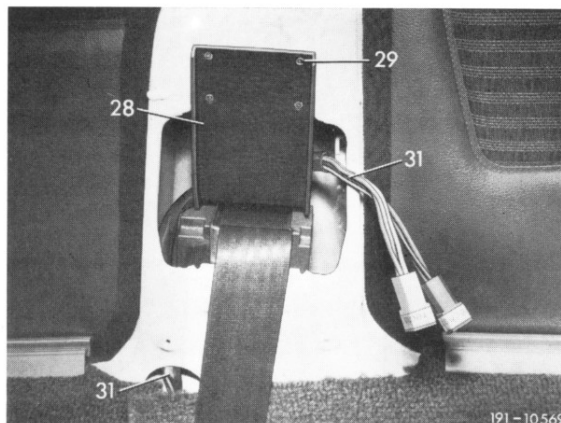

Bild 17
45 Abdeckungen (28) mit den Blechschrauben (29) nach Bild 17 so an die Kastensäulen anschrauben, daß zwischen der Abdeckung (28) und der Aufrollautomatik ein Abstand von 5 mm ist. Die Befestigungslöcher sind mit 3 mm Durchmesser zu bohren.